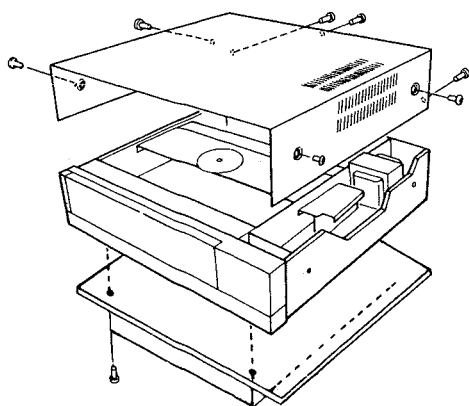

Fig. 1
1. Saque la cubierta superior y la placa inferior. (Fig. 1)
1. Saque la cubierta superior. (Fig. 1)